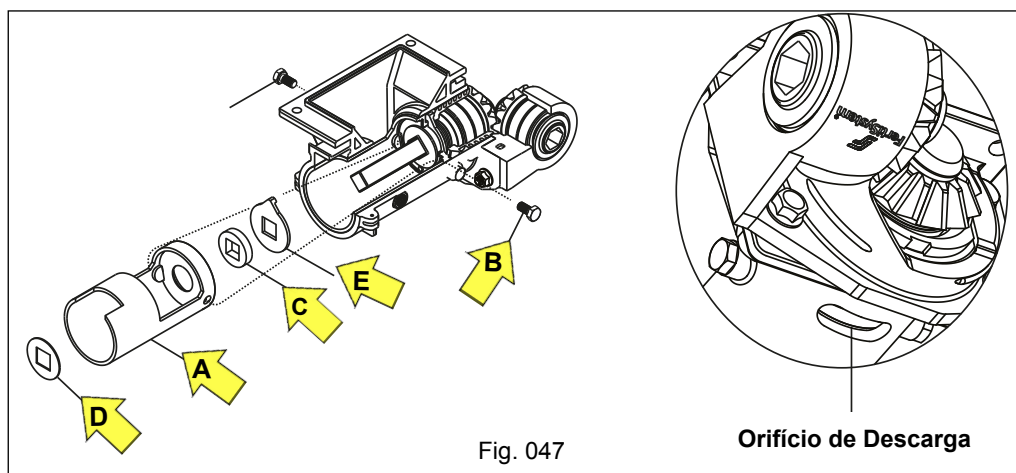

Fig. 047
d) Efetue a análise de desgaste no revestimento “A”, substitua-o se apresentar desgaste excessivo, afrouxando e retirando o parafuso “B”. Verifique se há desgaste no feltro “C”, arruelas “D” e arruela de limpeza “E”. O desgaste excessivo é verificado quando ocorrer a saída do adubo em grande quantidade pelo orifício de descarga autolimpante, localizado na face inferior do corpo do distribuidor (Fig. 047).